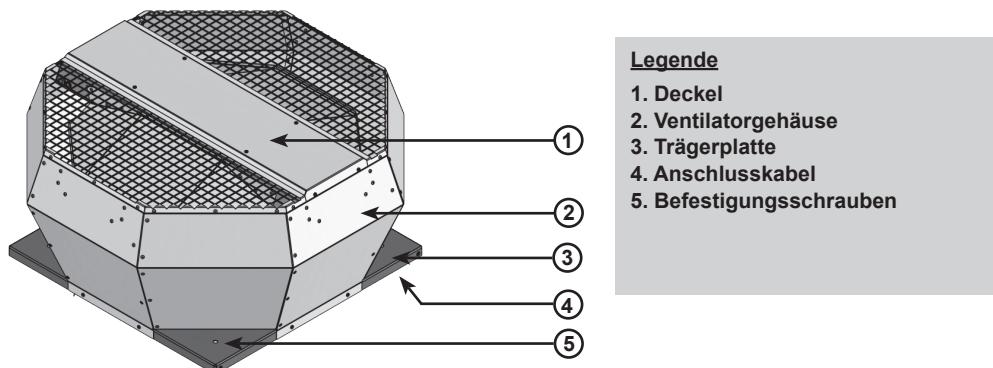

Abb. 1:
- Nach dem Losschrauben der Befestigungsschrauben (6) (siehe Abb. 1) kann das Lüftungsgehäuse zu Reinigungs- und Inspektionszwecken aufgeklappt werden.